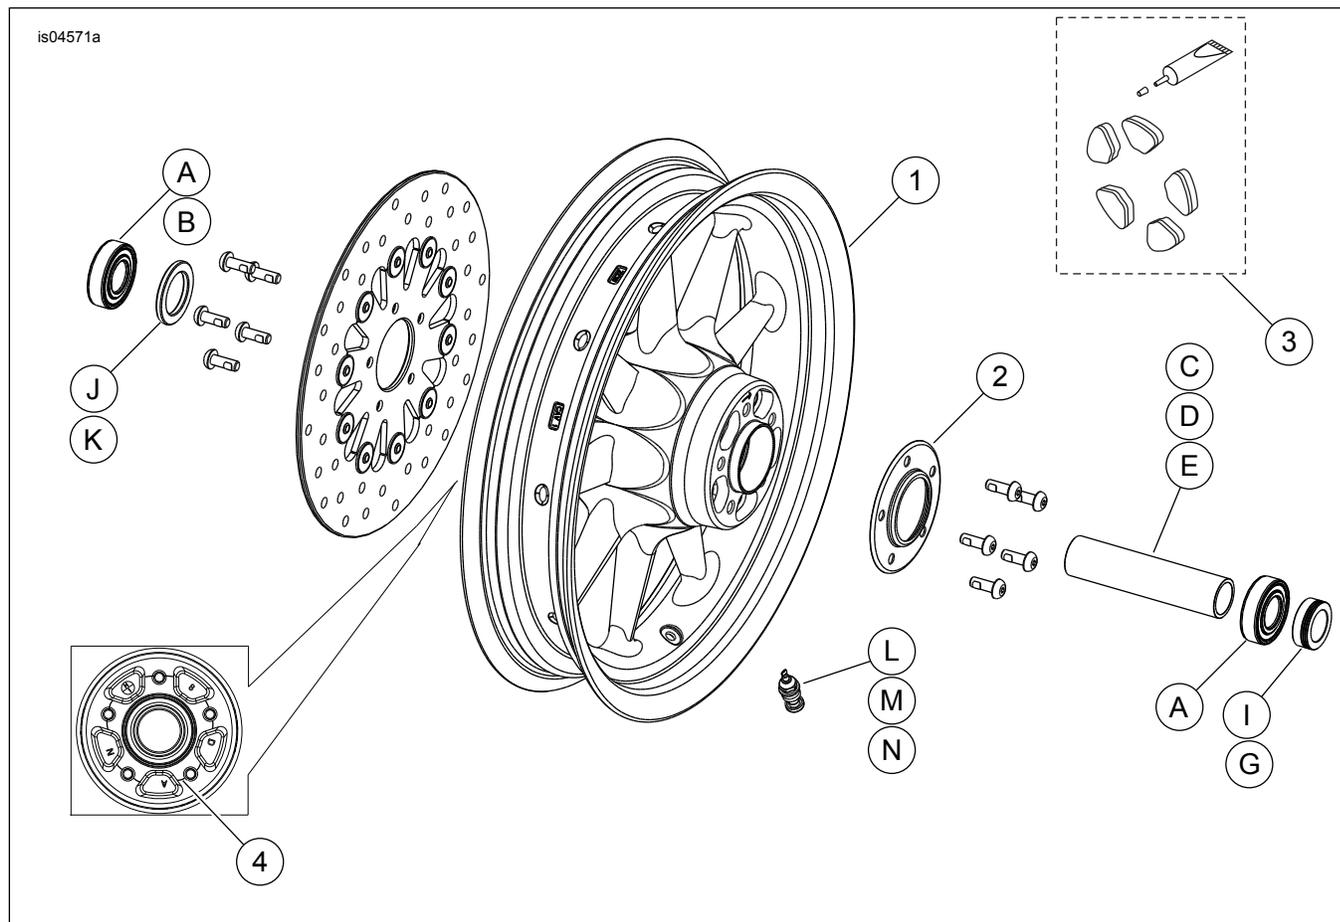

Figura 1. Manual de servicio: Ruedas delanteras de nueve rayos
Vea Figura 1 y Tablas de Piezas de servicio.
2. Vea Figura 1. Instale el conjunto del vástago de la válvula (L, M o N) en la rueda. Vea NEUMÁTICOS en el Manual de servicio.